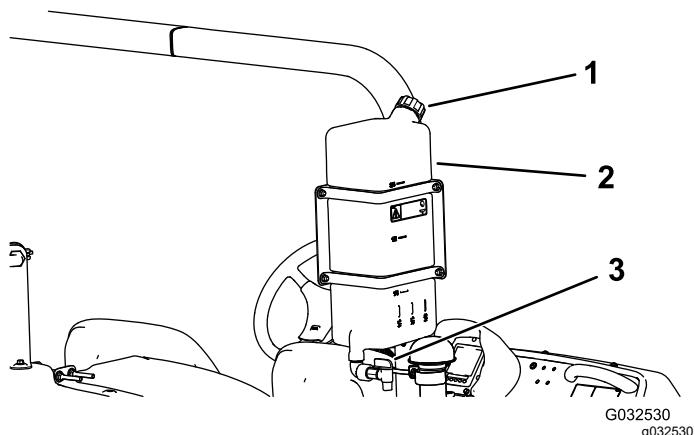

图 29
- 若要为水箱加水请旋开水箱顶部的盖子然后向水箱中注入清水然后再盖上盖子图 29。
- 若要打开清水箱龙头请转动龙头上的阀柄图 29。